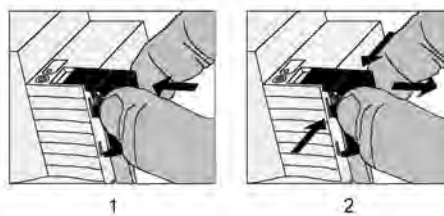

Bild 7: Abdeckkappe für Busanschluss anbringen / entfernen
- Abdeckkappe anbringen: Die Abdeckkappe wird über die Busklemme geschoben, bis sie spürbar einrastet (siehe Bild 7).
- Abdeckkappe entfernen: Die Abdeckkappe wird entfernt, indem sie seitlich leicht eingedrückt und nach vorne abgezogen wird (siehe Bild 7).